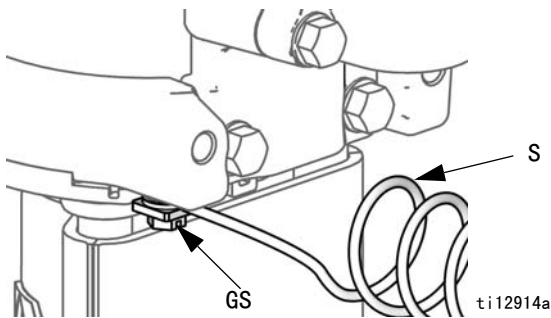

图 4. 泵接地。
**泵：** 参见图 4。确定是否已连接接地螺丝 (GS)，并拧紧至气动发动机。将接地导线的另一端 (S) 连接到真正的大地接地点上。